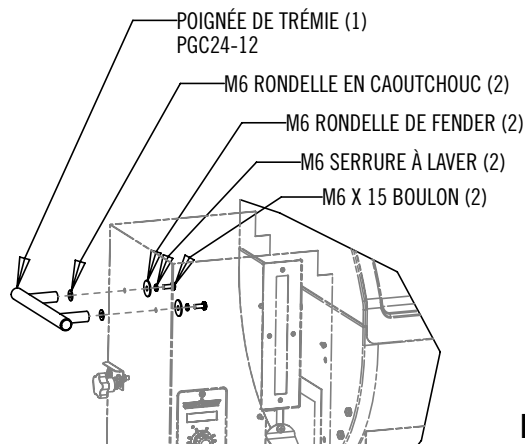

FIG. 5
1. Installez la poignée de la trémie comme indiqué sur la Fig. 5.